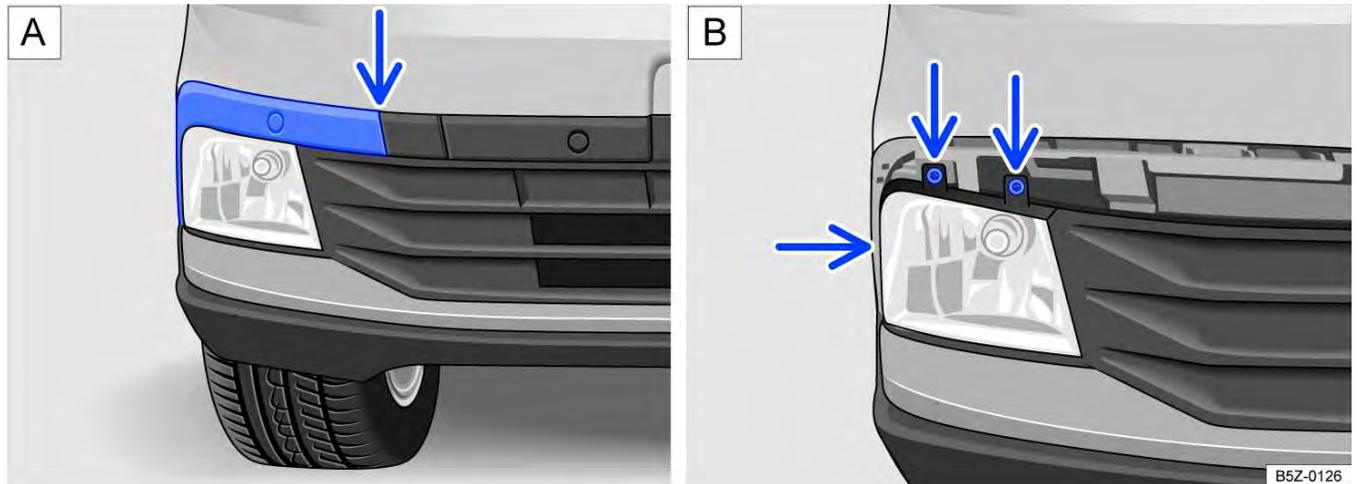

Fig. 140 No para-choque dianteiro: (A) desinstalar a moldura do farol de neblina e (B) retirar os parafusos do farol de neblina.
Desencaixar a moldura, cuidadosamente → ⚠️, primeiramente pelo local indicado pela seta → Fig. 140 A. Remover completamente para acessar os parafusos do farol de neblina.
4. Retirar os parafusos indicados pelas setas → Fig. 140 B.
14. Recolocar os parafusos indicados pelas setas → Fig. 140 B para fixar o farol de neblina.
15. Recolocar a moldura da esquerda para a direita → Fig. 140 A.